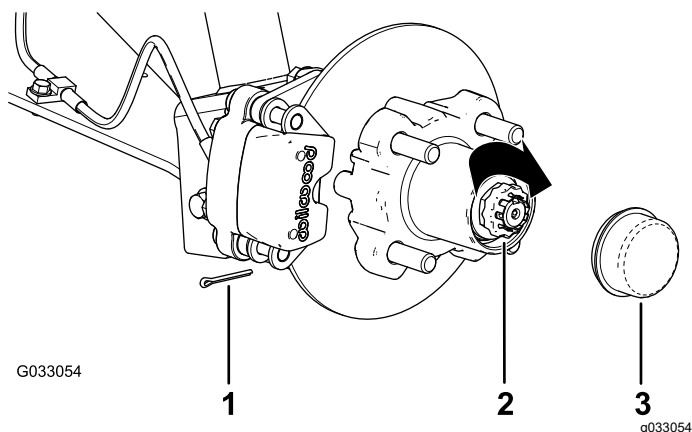

Figure 27
8. Placez l'arrêt d'écrou sur l'écrou et vérifiez que la fente dans l'arrêt et le trou dans la fusée sont alignés afin de pouvoir insérer la goupille fendue (Figure 27).
9. Insérez la goupille fendue et repliez chacune de ses pattes autour de l'arrêt d'écrou (Figure 27).
10. Reposez le couvre-moyeu sur le moyeu (Figure 27).